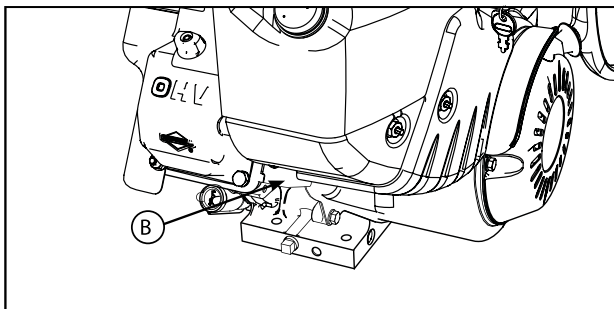

Рис. 13
2. Наклоните агрегат немного назад, затем снимите крышку для слива масла (В, рис. 13). Слейте масло в подходящую для этого емкость.